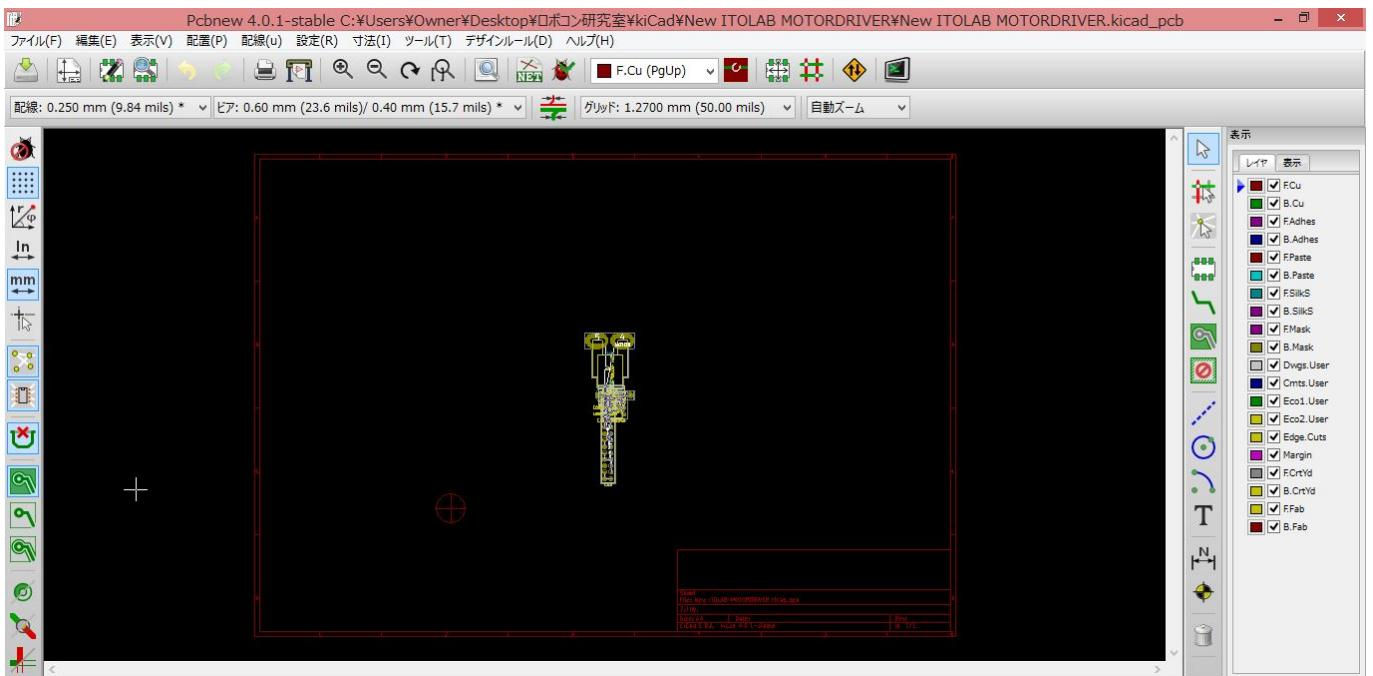

図 E.7 表示された部品
7) 図 E.7 のように部品が表示されるので、部品をきれいに配置する。